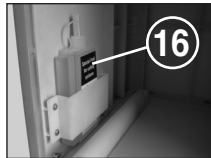

Fig. 6
Haal de opvangbak (14) eruit, haal het oliereservoir (16) (Fig. 6) uit de houder in de onderkast en schuif de opvangbak weer op zijn plaats. Druppel wat olie op een vel papier en voer dit in via de papiertoevoergleuf (12).